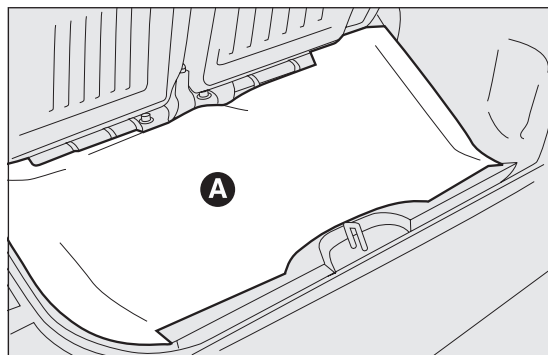

fig. 96
- sollevare il tappeto del pianale vano bagagli A fig. 96